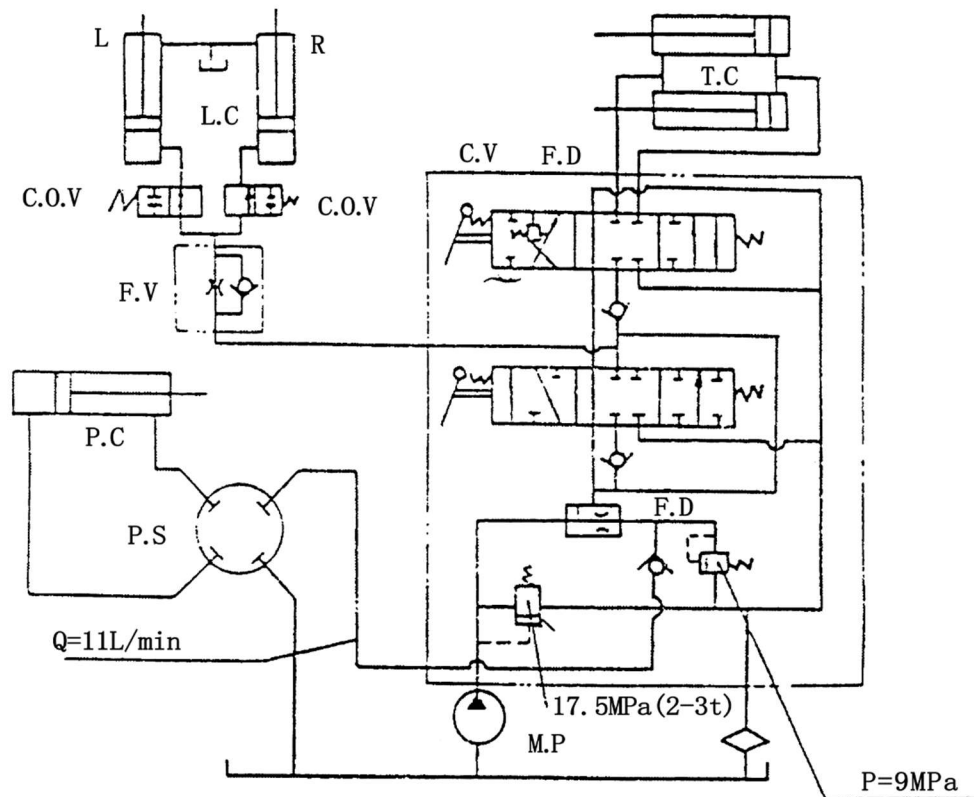

Fig.10-8 Circuito de aceite hidráulico
una carga completa. La construcción de la válvula de bloqueo de inclinación ver Fig.10-8.
10.4 Circuito de aceite hidráulico (ver Fig.10-8)